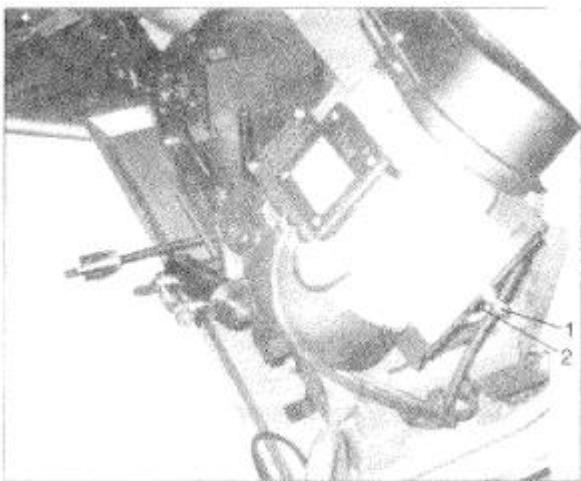

Рис. 5
2. Открутить винт, крепящий пластину двигателя (1 на рис. 5).
3. Открутить передвижной затвор пластины двигателя (2), так чтобы можно было передвигать ленту на колёсах.
5. Затянуть передвижной затвор пластины двигателя (2), чтобы заново натянуть ленту.
6. Затянуть зажимной винт пластины двигателя (1).